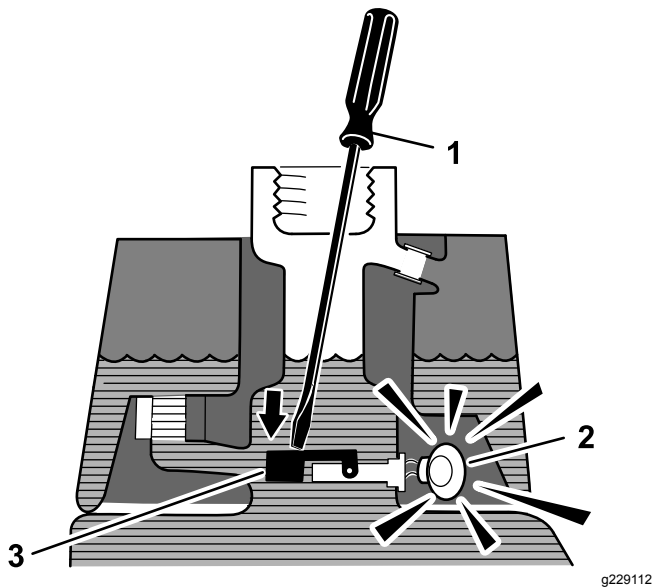

Bild 42
3. Stecken Sie eine saubere Stange oder einen Schraubenzieher in den Einfüllstutzen des Behälters und drücken Sie den Schwimmerschalter (Bild 42) leicht nach unten. Der Alarm sollte nach einer Sekunde ertönen.